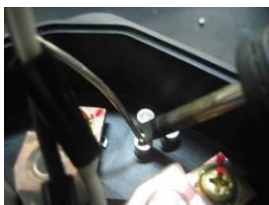
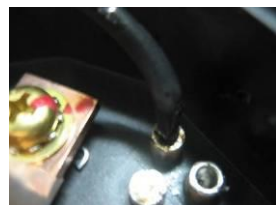
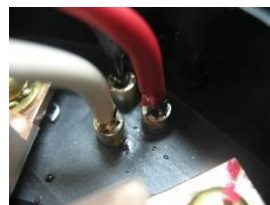

Fig. 16
Fig. 17
Fig. 18
- ③ 信号ピンの穴 3 カ所にハンダを流し込み、4 番ピン 5 番ピン 6 番ピンの順で信号線を半田で接続します。(Fig.16、 Fig.17、 Fig.18 参照)